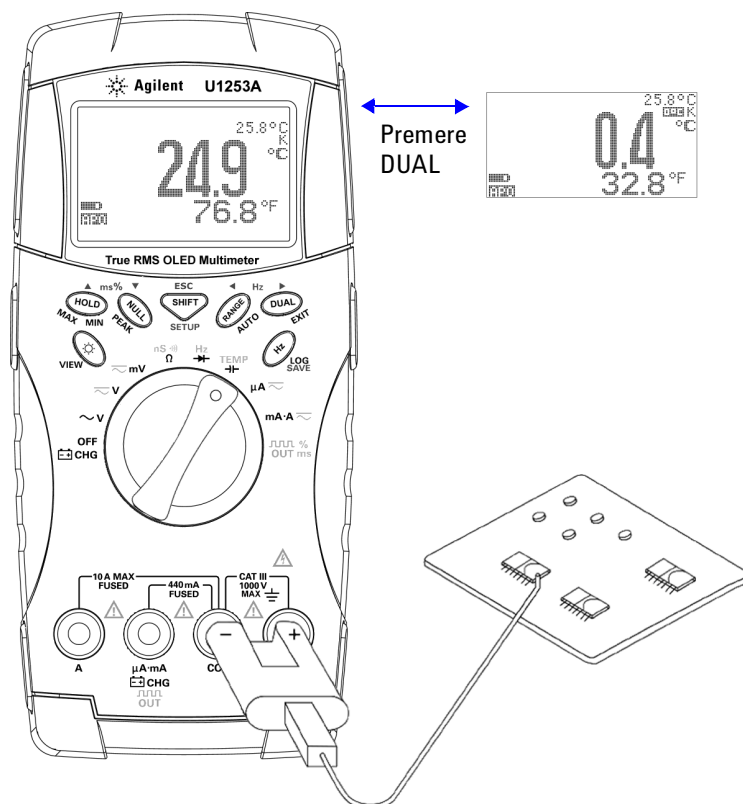

Figura 2-12 Misurazione della temperatura della superficie
- 3 Collegare l'adattatore della termocoppia (con la sonda a termocoppia ad esso collegata) ai terminali di ingresso **TEMP (rosso)** e **COM (nero)** (come mostra la Figura 2-12 a pagina 52)